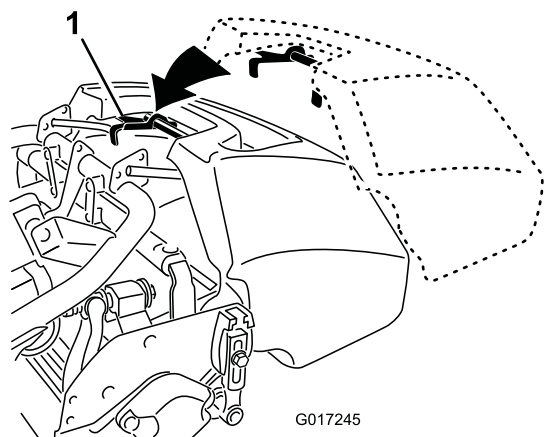

図 21
2. バスケットのリップ部をカッティングユニットの左右のサイドプレート^①の中央部に合わせて前ローラの上にセットする 図 21。
3. フレームループの上からバスケットを取り付ける 図 21。